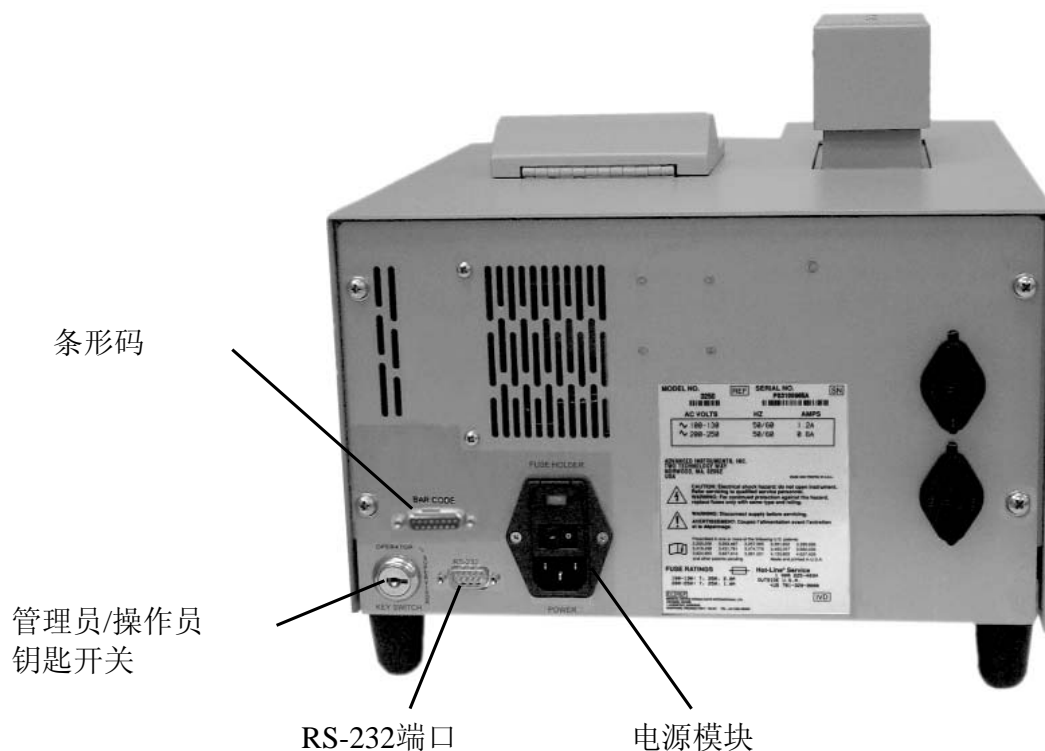

图 2: 仪器后面板
2. 用一个小的螺丝起子轻轻打开仪器后侧电压选择口上方的保险丝固定器的门(图 2).
3. 用小螺丝起子轻轻地将保险丝固定器从仪器后面取出来(图 2.)
管理员/操作员开关 (图2)
电模块 (图2)